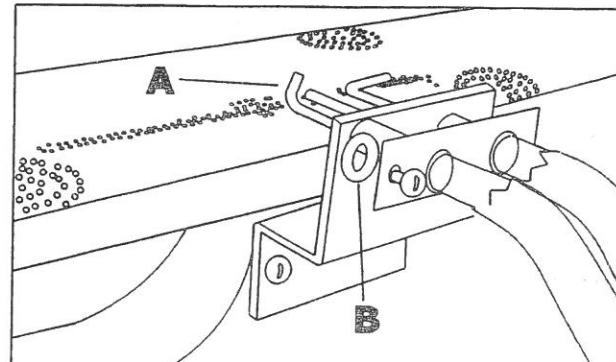

Fig. 32
- sostituire gli elettrodi mantenendo il corretto orientamento (**A - Fig. 32**) interponendo tra supporto ed elettrodi le rondelle fornite (**B - Fig. 32**) e rimontare la protezione del bruciatore;
- changing the electrodes maintaining the correct guideline (**A - Fig. 32**) interposing between support and electrodes the washers supplied (**B - Fig. 32**) and re-fit the burner's protection;
- substituer les électrodes en maintenant le correct sens de montage (**A - Fig. 32**) interposant entre les électrodes et soutenir les rondelles fournies (**B- Fig. 32**) et remettre la protection du brûleur;
- Zündelektroden, austauschen (**A - Fig. 32**) interposing zwischen Unterstützen und Elektroden der Scheiben geliefert (**B - Fig. 32**) und der Schutz der Brenner, wieder aufstellen;
- sustituir los electrodos en manteniendo el correcto sentido de montaje (**A - Fig. 32**) interposición entre apoyar y los electrodos e arandelas suministrados (**B - Fig. 32**) y volver a poner la protección del quemador;